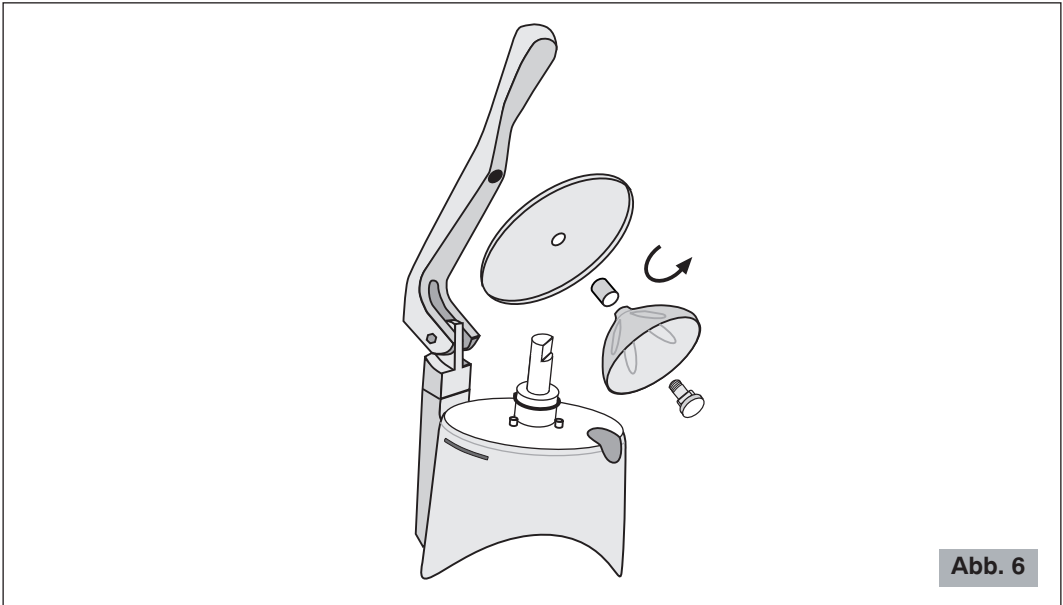

Abb. 6
- Modell mit Griff (Abb. 3 und Abb. 6)**